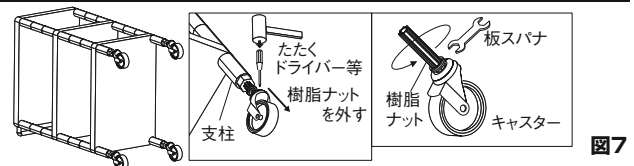

図7
- ④③で組立てた部品を図7のようにワゴンへハンマーで叩き込みます(向きに注意)